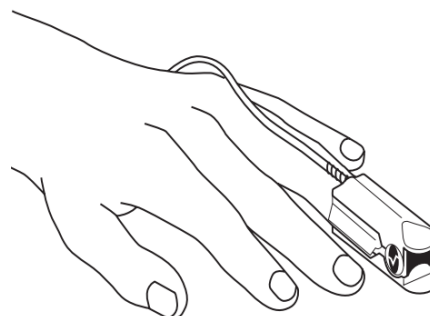

Fig. 15-3 Colocación sensor PED.
3. Consulte la Fig. 15-3. Oriente el sensor de modo que el cable corra hacia la parte superior de la mano del paciente.